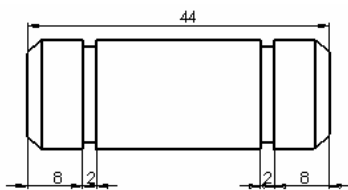

图 15-12 调整尺寸
② 在主视图中单击选取要移动的尺寸,按住鼠标左键移动光标位置,即可在同一视图中动态地移动尺寸位置。选中将要删除多余的尺寸,然后按 Delete 键即可将多余的尺寸删除,调整后的主视图如图 15-12 所示。